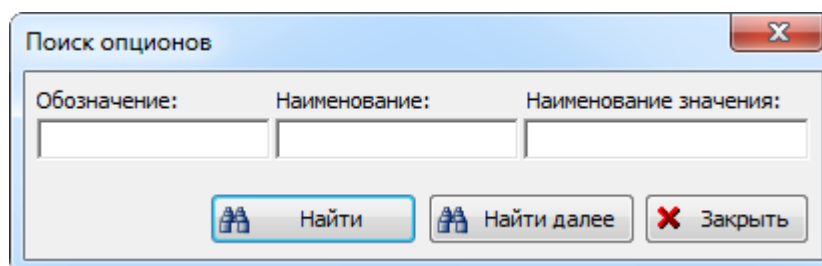

Рис. 10-152 – Окно поиска опционов
13) Для подраздела справочника «Клапаны» добавить другие опционы и их значения (рис. 10-152).